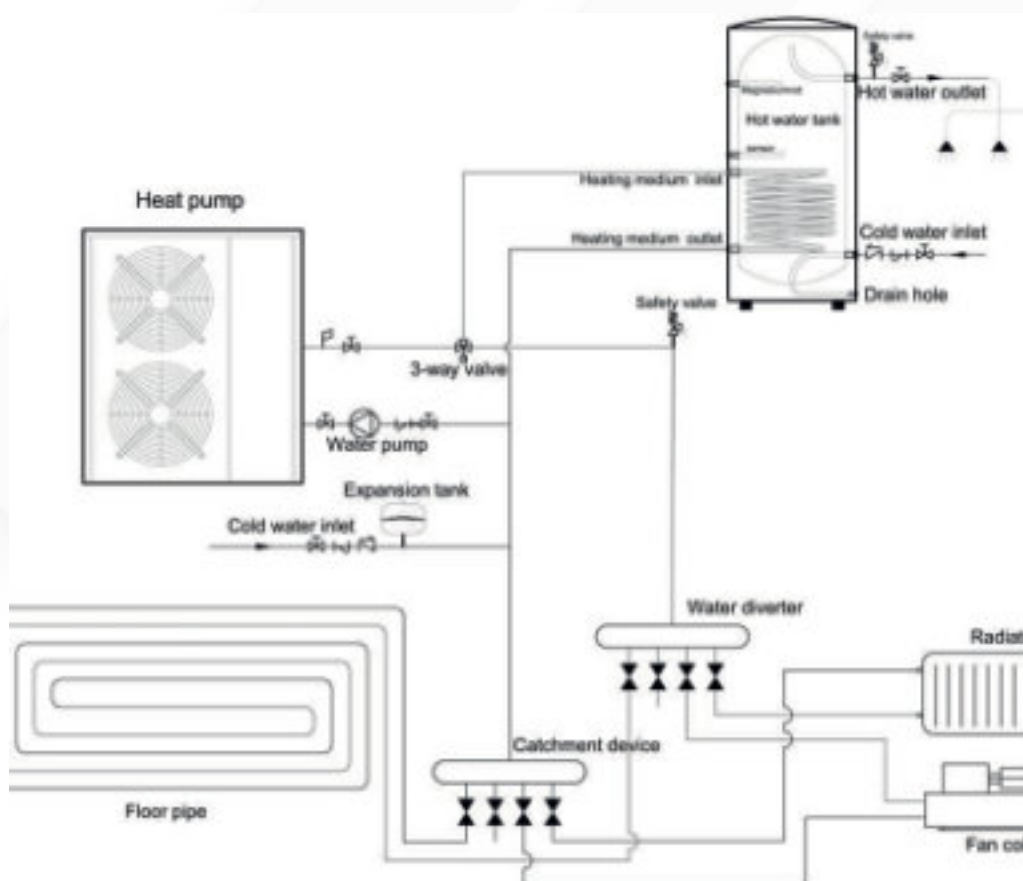

Abbildung 2
- 1) Systeminstallationsdiagramm — siehe Abb. 2.